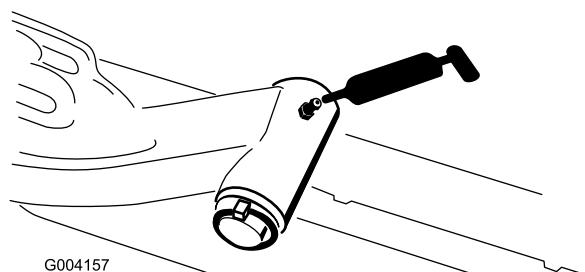

Figure 54
- Axe de pivot des bras de relevage (x 1) (Figure 54)